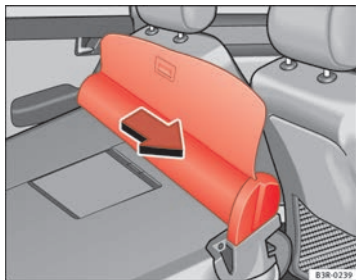

Fig. 122 Smontaggio copertura vano bagagli / rete divisoria
- Tirare la rete nella direzione indicata dalla freccia ⇒ fig. 122 staccandola dalle guide.